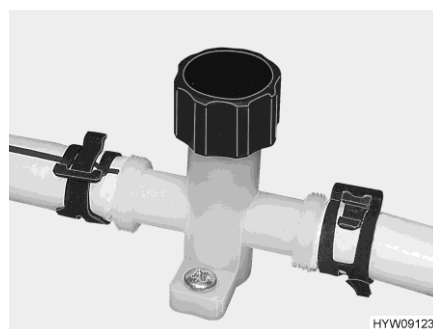
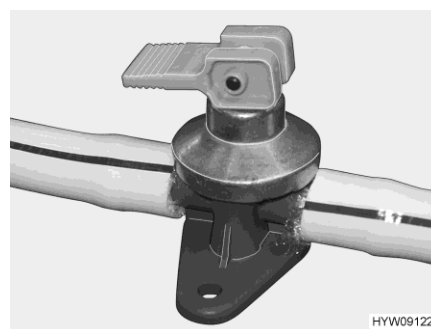

Bild 125 Avtappningskran (vattenledning)
Bild 126 Avtappningskran (varmvattenberedare Alde)
- Stäng avtappningskranarna. Vrid då locket (Bild 125) medurs och ställ vipparmen (Bild 126) vågrätt.
- Öppna avtappningskranarna. Vrid då locket (Bild 125) moturs och ställ vipparmen (Bild 126) lodrätt.